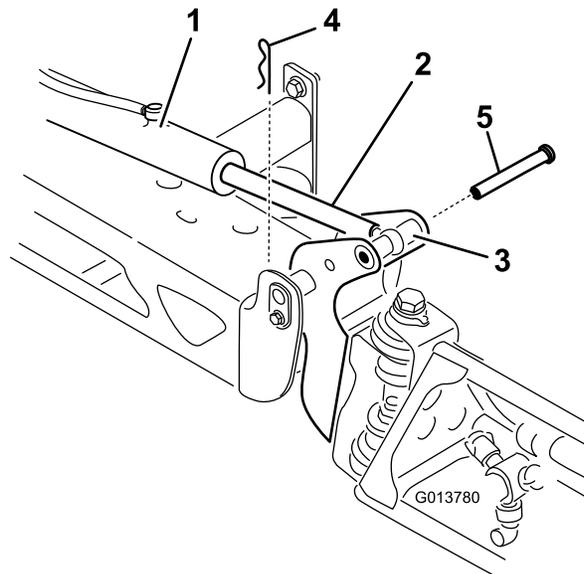

Figura 47
2. Retire la chaveta del pasador de giro (Figura 47).
3. Levante el brazo y retire el pasador (Figura 47). Baje el brazo lentamente al suelo.
7. Sujetando el brazo, introduzca el pasador a través del pivote del brazo y del émbolo del actuador (Figura 47).